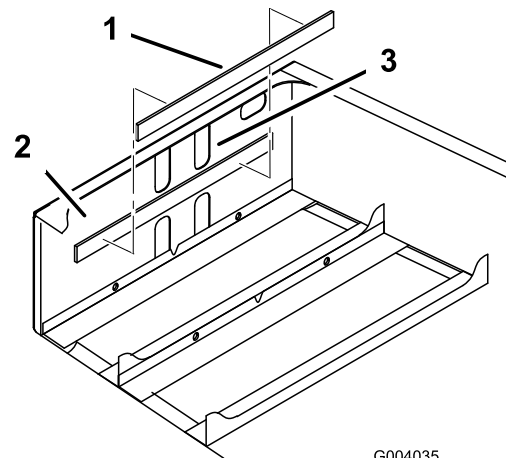

Figura 5
3. Tire o adesivo da parte de trás da caixa da bateria e instale-a na parte da frente da estrutura na retaguarda (Figura 5).
Nota: A caixa fica a cerca de 6,4 mm abaixo do limite inferior do conjunto superior das ranhuras dos orifícios (Figura 5).